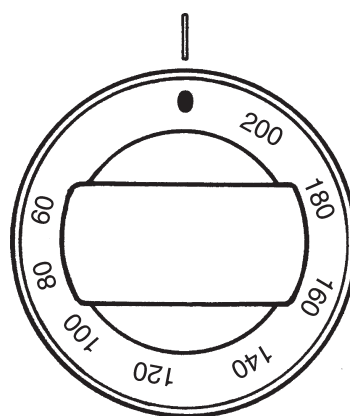
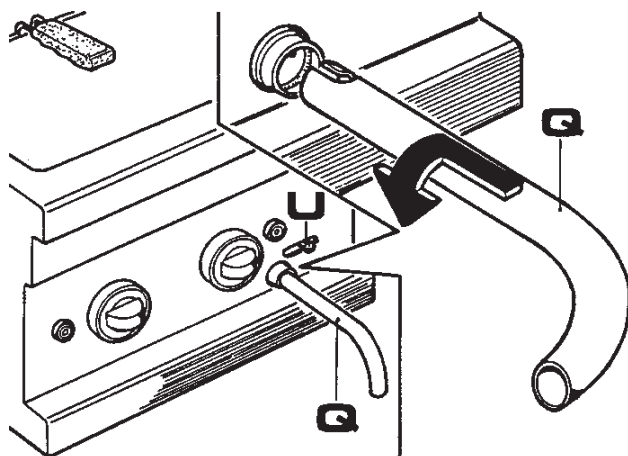

fig. 2
fig. 3
- Encender el aparato girando el pomo (Fig. 2) programando la temperatura deseada; la luz testigo verde (B) y la amarilla (C) están encendidas.
- Cuando se ha alcanzado la temperatura programada, la luz amarilla (C) se apaga.
3.2 VACIADO DEL RECIPIENTE DEL ACEITE (FIG. 3)